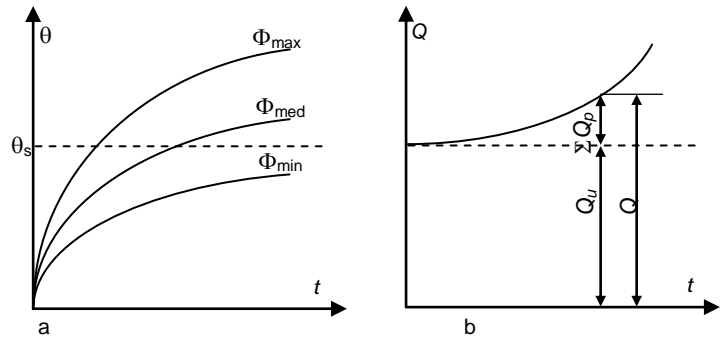

Fig.2
2.3 Ce semnificație au curbele din Fig.2 în cazul sudării prin puncte? Care este ecuația de bilanț termic în acest caz?